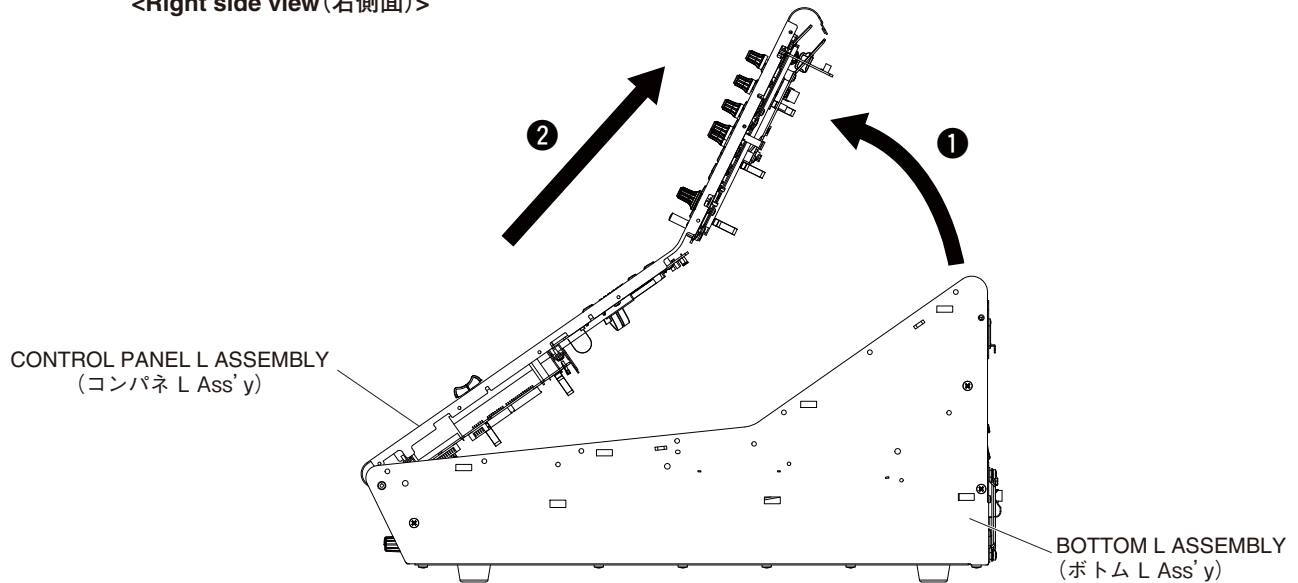

Fig. 3(図3)
- 2-4 Remove the control panel L assembly in the direction of the arrow in Fig. 3.
- 2-4 コンパネ L Ass'y を取り外す際は、図 3 で示す矢印の方向へ外します。